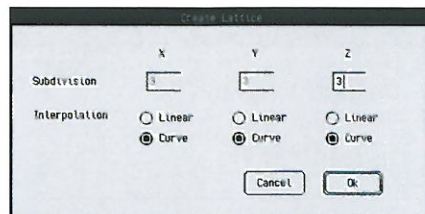

FIGURA 2. CUADRO DE CREACIÓN DE UN LATTICE.
- *Create* (crear): Permite crear la caja de deformación o el *Lattice* en sí a un objeto seleccionado o a éste y sus descendientes. Al pulsar dicha opción aparecerá un cuadro (figura 2) en el que se podrá especi-